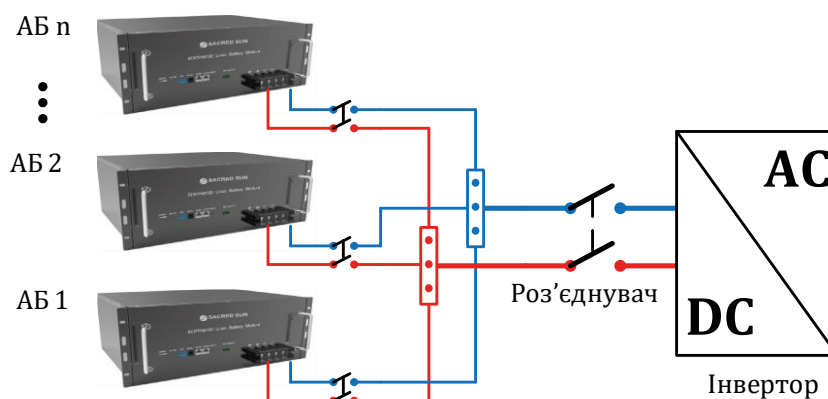

Рисунок 5-1 Встановлення негативних і позитивних силових кабелів акумуляторів, з'єднаних паралельно.
- Після надмірного розряду акумулятора рекомендується його зарядити не пізніше ніж через 48 годин. Акумулятори можна заряджати паралельно при підключенні так, як показано на рис. 5-1.